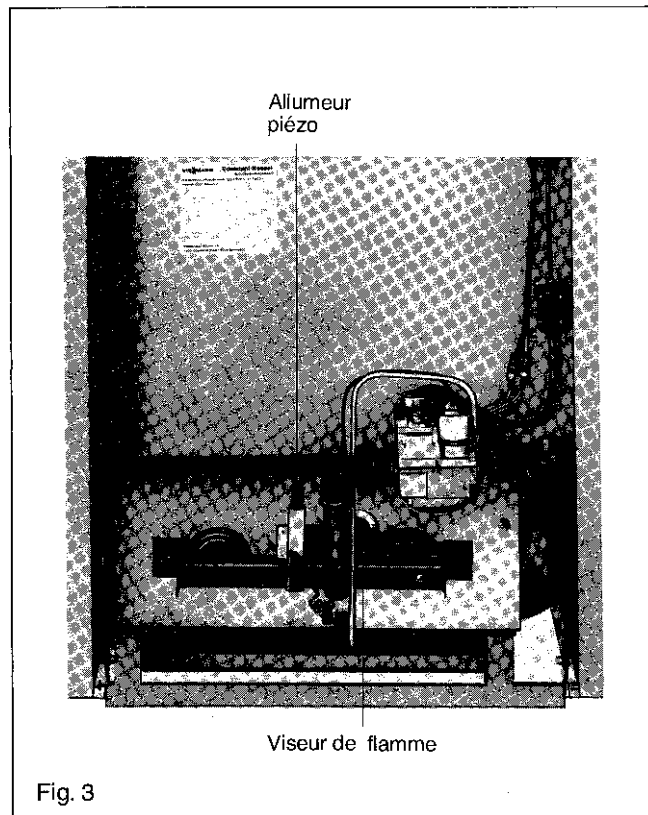

Fig. 3
- Appuyer sur le bouton du régulateur et sur le dispositif d'allumage piézo-électrique (fig. 3) jusqu'à ce que la veilleuse s'allume.
- Surveiller l'allumage par le viseur (fig.3).